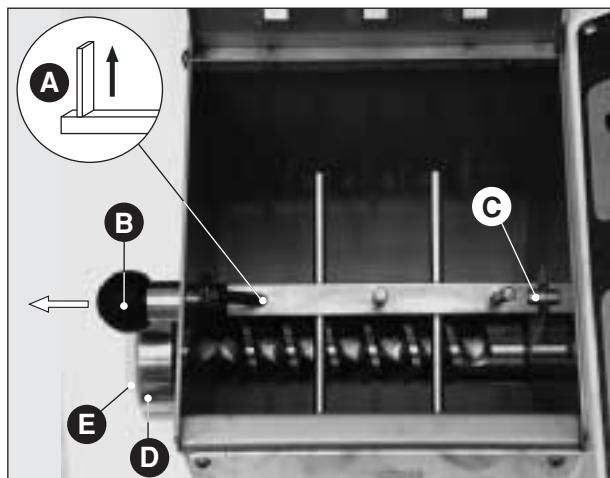

Abb. 13
- Mischgerät: sich versichern, ob der äußere Flügel in der oberen senkrechten Position ist (**Abb. 13 A**) (nur in dieser Position ist die Abnahme des Teils möglich).
Das Mischgerät abmontieren, den Kugelgriff ziehen (**Abb. 13 B**) bis das Mischgerät ausgeklinkt; die viereckige Welle aus dem Gehäuse herausnehmen (**Abb. 13 C**) und gleichzeitig die äußeren Enden nach oben drehen. Zur Montage des Teils in die entgegengesetzte Richtung verfahren mit dem Hinweis, die Zentrale der Welle mit der Sprosse der beweglichen Stütze auf eine Linie zu bringen; dann den Kugelgriff loslassen.
- Nutmutter (**Abb. 13 D**) und Zieheisen (**Abb. 13 E**): die Nutmutter von Hand herausschrauben (dabei aufpassen, daß kein Teil auf den Boden fällt), sodaß die Nutmutter aus dem Gehäuse hervorkommt, um keine Schäden an sich oder an den Teilen selbst hervorzurufen.
- Schnecke (**Abb. 13 F**): wenn die Nutmutter und das Zieheisen abmontiert sind, ist es einfach die Schnecke aus der Maschine herauszunehmen, indem man sie von der Spirale vom inneren Ende wegdrückt.